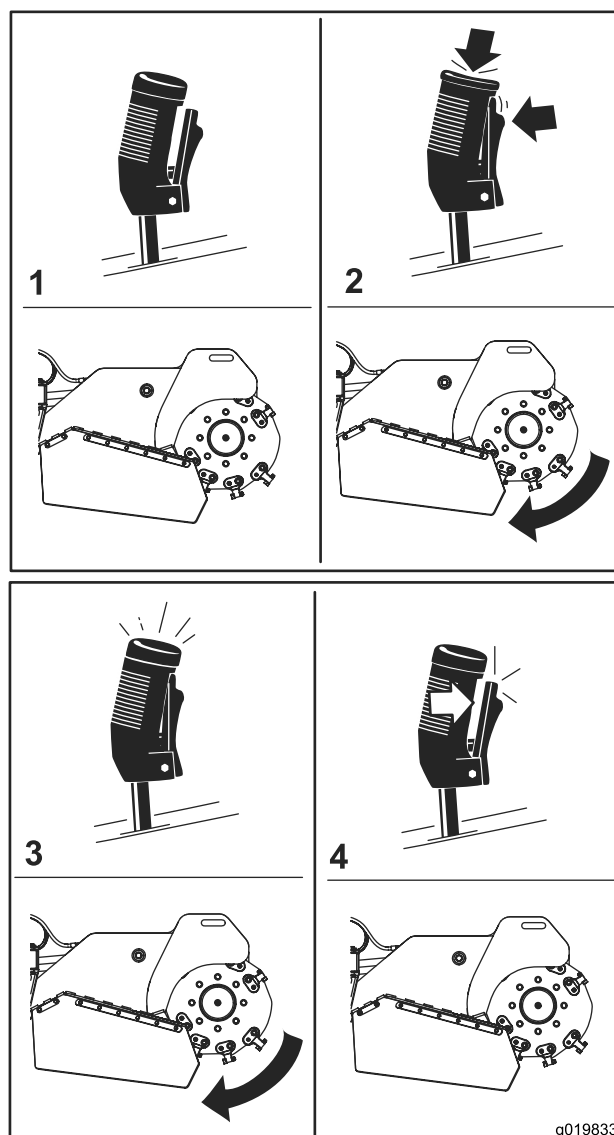

Figura 13
- Para poner en marcha el desbastador (Figura 13), pulse el botón rojo de la parte superior de la palanca, y luego apriete el gatillo. Cuando el desbastador haya arrancado, puede soltar el botón rojo.
- Para detener el desbastador (Figura 13), suelte el gatillo durante más de medio segundo.